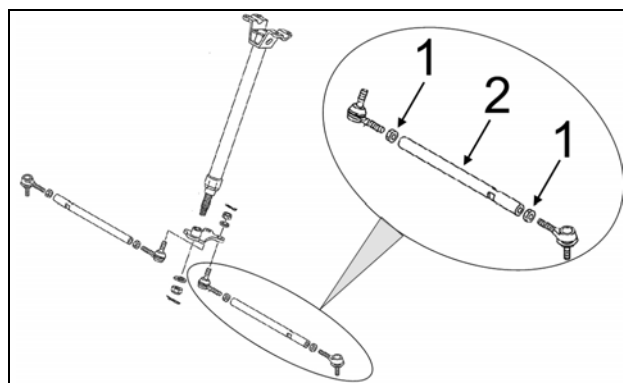

Figure 18
Pour effectuer l'ajustement sur le VTT, premièrement débloquer les écrous (1) à chaque bout des tiges d'accouplement (2) de la direction. Visser ou dévisser ensuite la tige d'accouplement (2) d'un nombre de tours égal des deux côtés du véhicule. Resserrer les écrous après avoir complété l'ajustement. Voir la Figure 18.